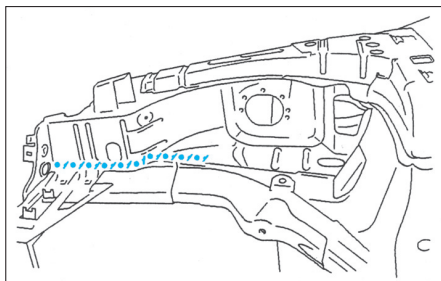

FIG. 46
- Appliquer un mastic à lisser au pinceau (Fig.46).